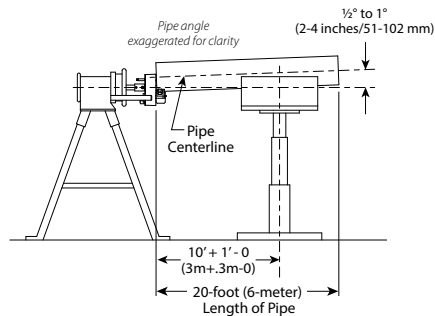

FIGURA 1 - SUPPORTO DEL TUBO
b. Posizionare il supporto per tubi a una distanza dalla macchina di appena oltre la metà della lunghezza del tubo. Vedere la Figura 1 in alto.
d. Regolare l'altezza del supporto del tubo in modo che il tubo sia approssimativamente da $\frac{1}{2}$ " a 1" **SOPRA** il livello. Vedere la figura 1. **NOTA:** Il tubo deve essere inserito nei rulli mentre viene regolata l'altezza del cavalletto per tubi.
- La Figura 1 mostra il supporto per tubo regolabile Victaulic (VAPS 112). La macchina VAPS 112 è adatta per dimensioni da $\frac{3}{4}$ - 12 pollici. Il modello Victaulic VAPS 224 è adatto per dimensioni da 2 - 24 pollici. Fare riferimento alla sezione "Accessori".